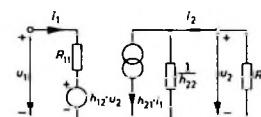

Bild 21. h-Parameter-Ersatzschaltbild mit Lastwiderstand
Aus den Vierpolgleichungen (1) für die h -Parameter ergibt sich unter Zuhilfenahme der Gleichung für den Lastwiderstand (Bild 21) $u_2 = -i_2 \cdot R_L$ die Stromverstärkung zu